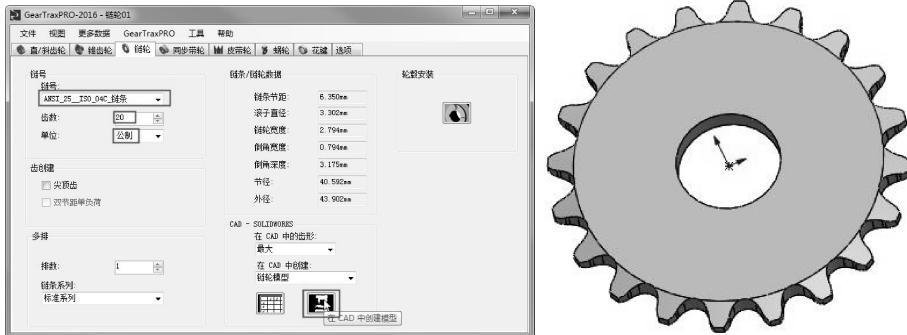

图 5-84 创建链轮模型
- 01 在 GearTrax 插件中设计链轮比较简单，主要是选择链条规格和齿轮齿数，如图 5-84 所示。